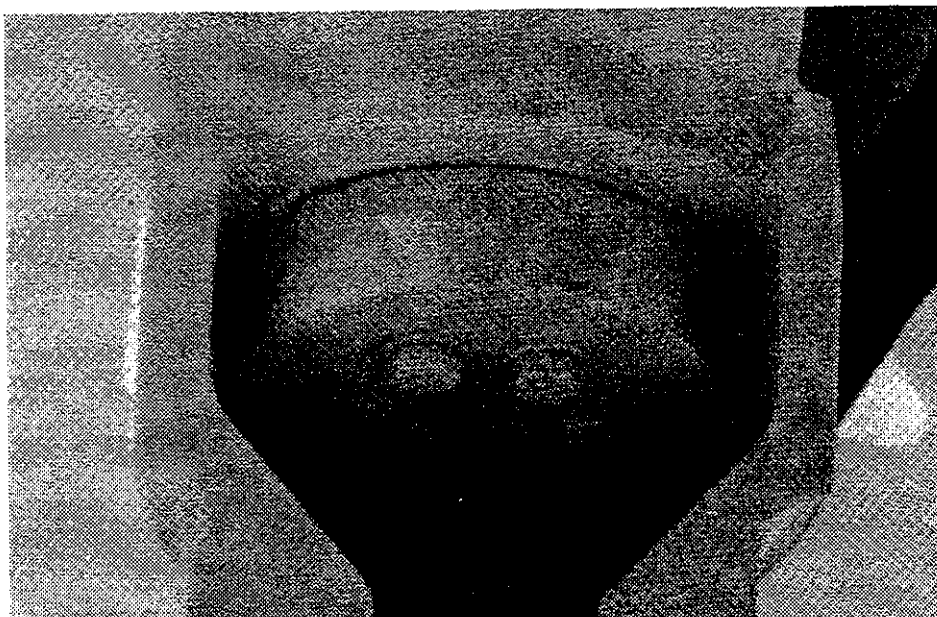

Fig. 6-17 Tapa de retención del pasador del soporte de montaje de la deslizadera y prisioneros.
2. Desmonte los 6 prisioneros y la tapa de retención que aguanta el pasador del soporte de montaje de la deslizadera sobre el posicionador (fig. 6-17) y levante el conjunto de la deslizadera separándolo del posicionador y poniéndolo en el suelo.